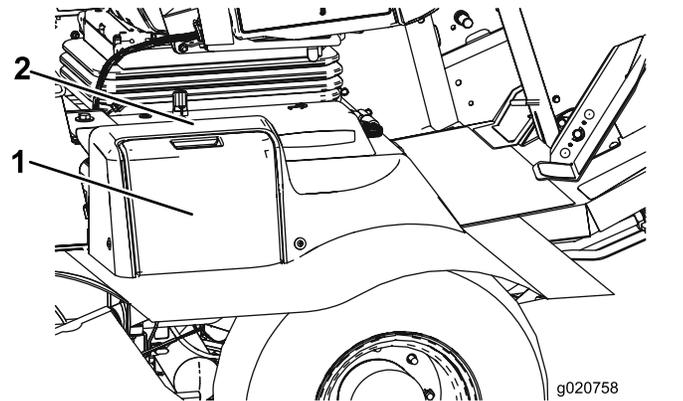

Bild 51
1. Öffnen Sie die Batterieabdeckung (Bild 51) an der Seite der Haube.
Hinweis: Üben Sie Druck auf die flache Oberfläche über der Batterieabdeckung aus, um das Entfernen zu erleichtern (Bild 51).